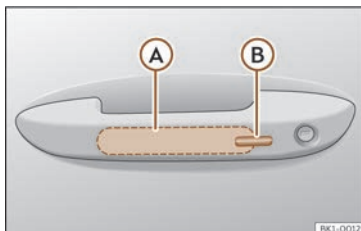

Fig. 83 Maneta de la porta: superfícies sensors.
>>> **fig. 83**
- Toqueu la superfície sensorial >>> **fig. 83 B** situada al costat exterior de la maneta de la porta. Tots els intermitents parpellegen una vegada.
- Abans que transcorrin 5 segons, toqueu una vegada el sensor del costat exterior de la maneta de la porta >>> **fig. 83 B**. En fer-ho, no agafeu la maneta. El sistema Keyless Access queda desactivat temporalment.